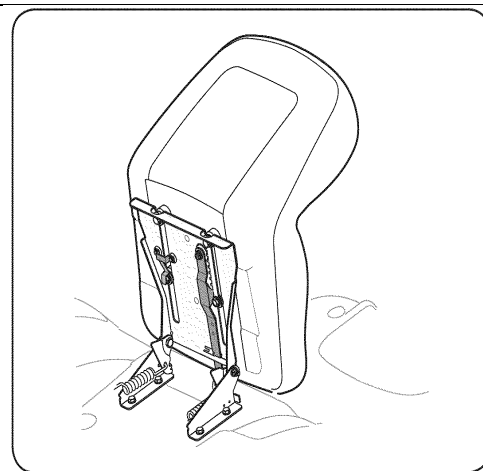

Рис.4
1. Установите болты с буртиком (прикреплены к нижней стороне сидения) в отверстия паза поворотного кронштейна (см. Рис.4).